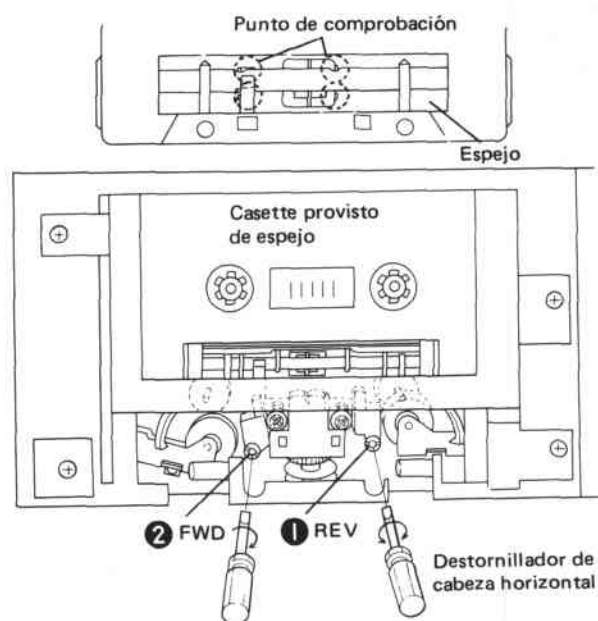

Fig. 11-4 Ajuste del transporte de la cinta
3. Ajustar el tornillo de ajuste ① de modo que no haya enrollamiento en la guía de la cabeza de GRAB/REPROD y guía de la cabeza de borrado como se muestra en la Fig. 11-4.
5. Ajustar el tornillo de ajuste ② de modo que no haya enrollamiento en la guía de la cabeza de GRAB/REPROD y guía de la cabeza ficticia.